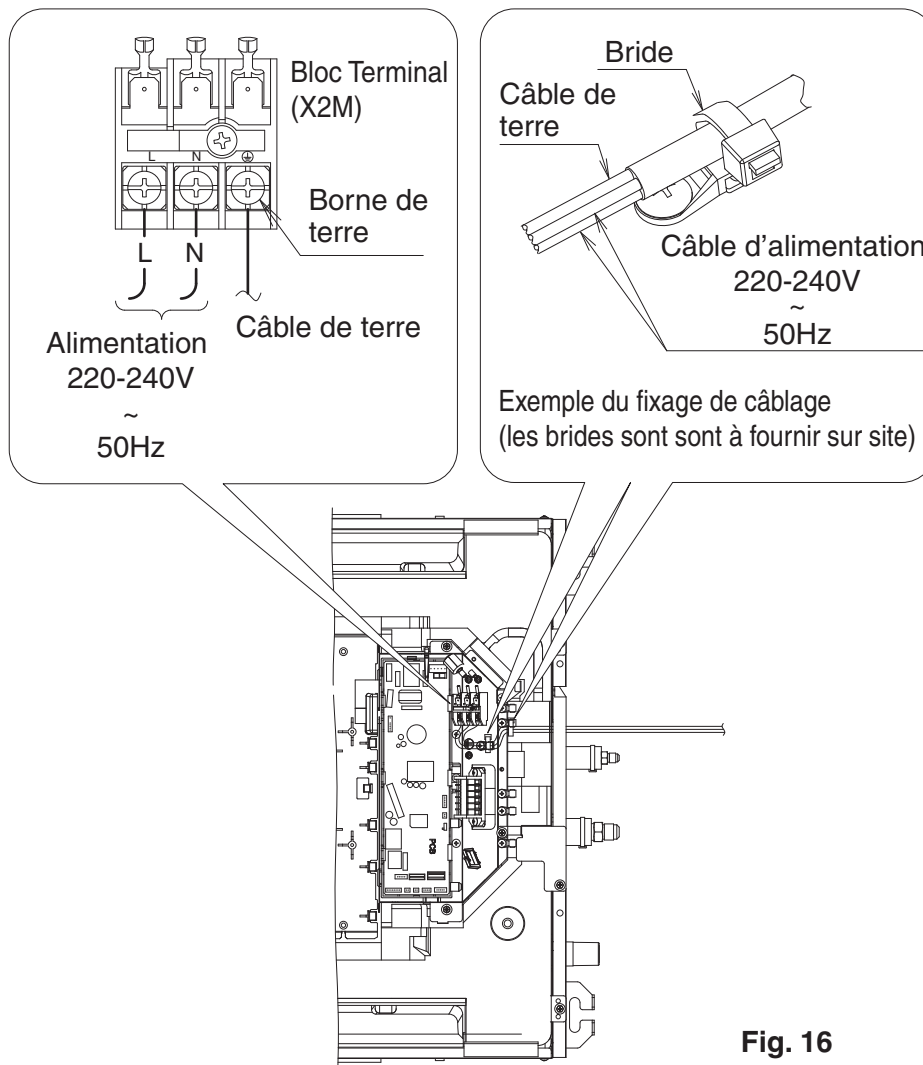

Fig. 16
Raccordez le câble de terre à la borne de terre. **(Reportez-vous à la Fig. 16)**
- Bien fixer la câblage d'alimentation d'énergie afin d'éviter la connexion du câblage d'avoir tension. **(par exemple Fig. 16)**